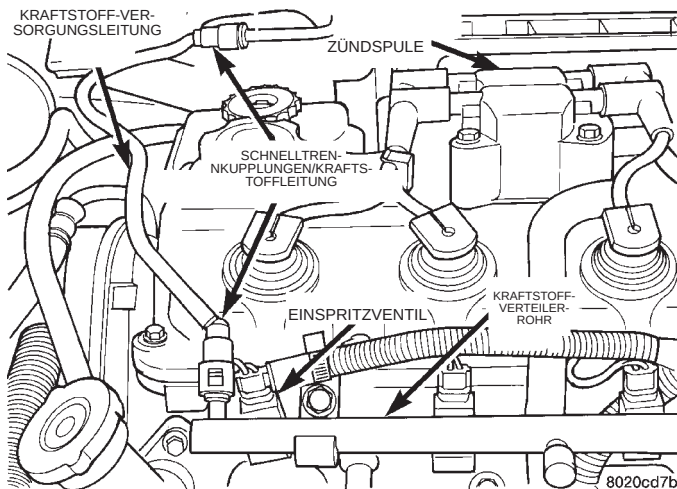

Abb. 40 Einspritzventile—2.4L-Motor
(8) Die elektrischen Anschlüsse an den Einspritzventilen überprüfen (Abb. 40). Zur Prüfung der